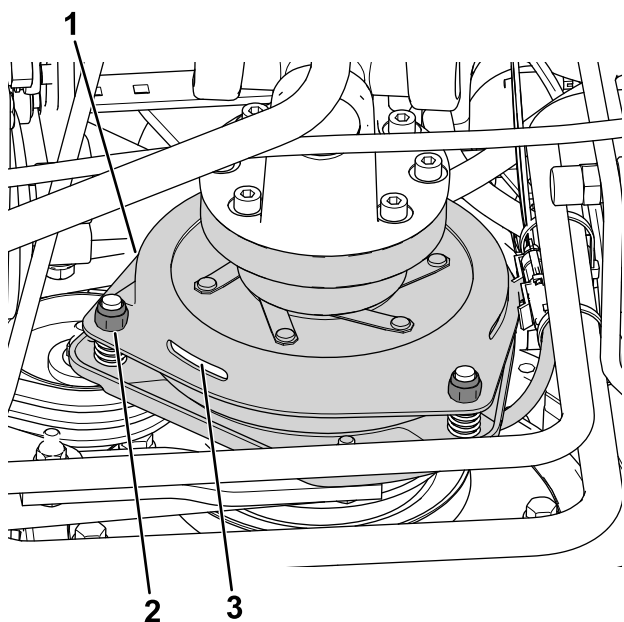

Bild 78
3. Stellen Sie den Abstand so ein, dass eine 0,3 mm Fühlerlehre mit leichtem Druck zwischen die Kupplungsauskleidung und die Bremsscheibe passt (**Bild 78**).
Hinweis: Drehen Sie die Einstellmutter nach rechts, um den Abstand zu verringern (**Bild 78**). Der maximale Betriebsabstand beträgt 0,6 mm. Stellen Sie alle drei Luftspalte auf 0,4 mm ein.